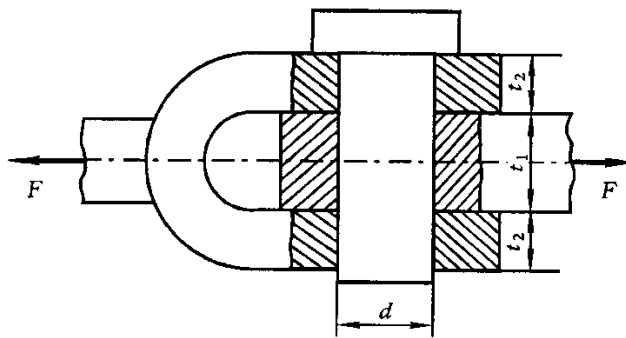

图 3
2. 图 3 所示销钉连接中, $2t_2 > t_1$, 销钉的切应力 τ 和最大挤压应力 σ_{bs} 计算结果为()。